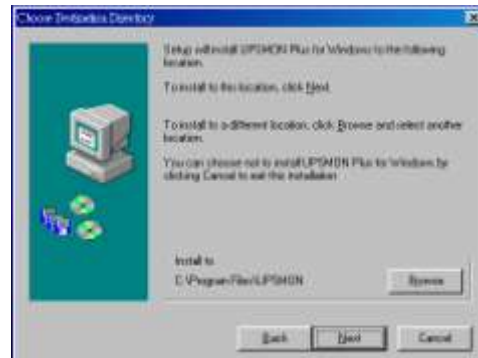

Fig 5.1
1. Inserire il CD Rom UPSMON nel lettore di CD-ROM del computer. L'installazione parte automaticamente e appare il menu come il Fig 5.1. Selezionare poi il sistema operativo del computer dove si desidera installare il software UPSMON.